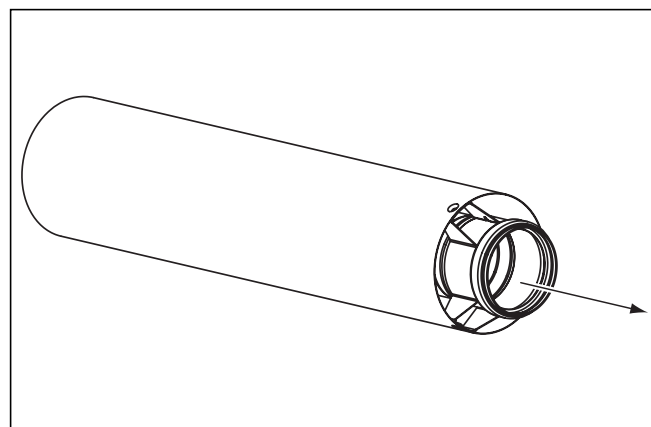

Рис. 4.28 Ослабление трубы газоотвода
- Демонтируйте трубу газоотвода (см. рис. 4.28).